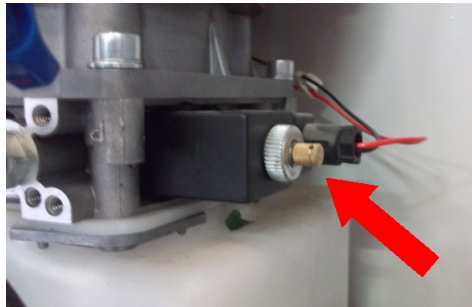

Figura 18: Recuar o cilindro para afrouxar os cabos de aço
- 2º) Abrir a válvula do resgate da unidade hidráulica para baixar totalmente o cilindro e retirar a tensão (afrouxar) os cabos de aço, conforme figura 18.